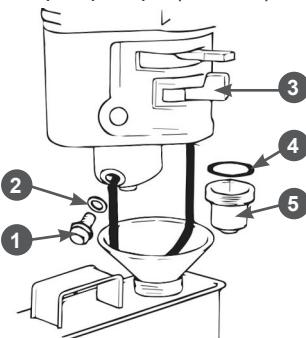

Рис. 22 Обслуживание фильтра-отстойника
1. Установите рычаг топливного крана 3 (Рис. 22) в положение «ЗАКРЫТО».
3. Открутите болт 1 сливного отверстия и слейте топливо из поплавковой камеры карбюратора (Рис. 22).
4. Открутите стакан отстойника 5, вылейте из него топливо в заранее подготовленную емкость (Рис. 22).
- Слейте топливо из топливного бака и карбюратора (Рис. 22).